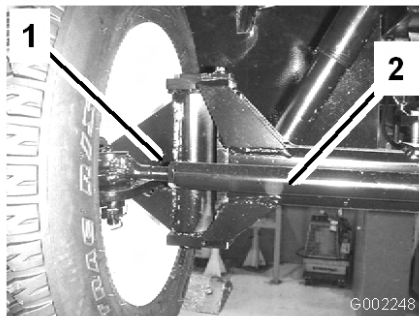

図 51
3. 前後の測定値の差が所定範囲にない場合、タイロッド両端のジャムナットを外して調整を行う(図 51)。